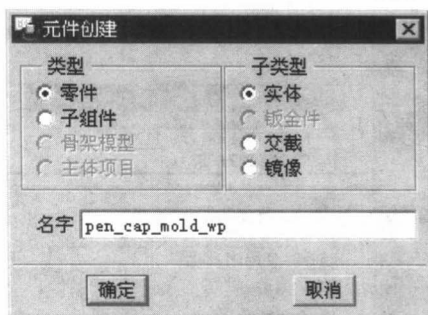

图 1.8 “元件创建”对话框
Step4. 在系统弹出的如图 1.8 所示的“元件创建”对话框中, 选中**类型**选项组中的 ☒ **零件** 单选项, 选中**子类型**选项组中的 ☒ **实体** 单选项, 在**名字**文本框中输入坯料的名称